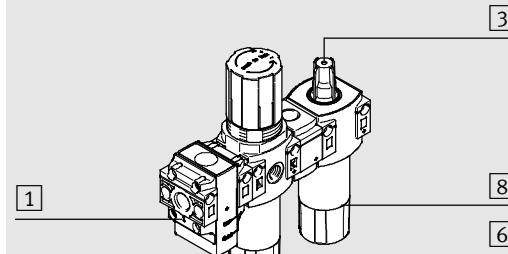

Fig. 4 / 图 4
- Durchflussrichtung von 1 nach 2 beachten. Als Orientierung dienen die Ziffern [1] (→ Fig. 4) auf dem Produktgehäuse.
3. Regulierschraube [3] (→ Fig. 4) im Schauglas drehen bis die gewünschte Ölmenge eingestellt ist.